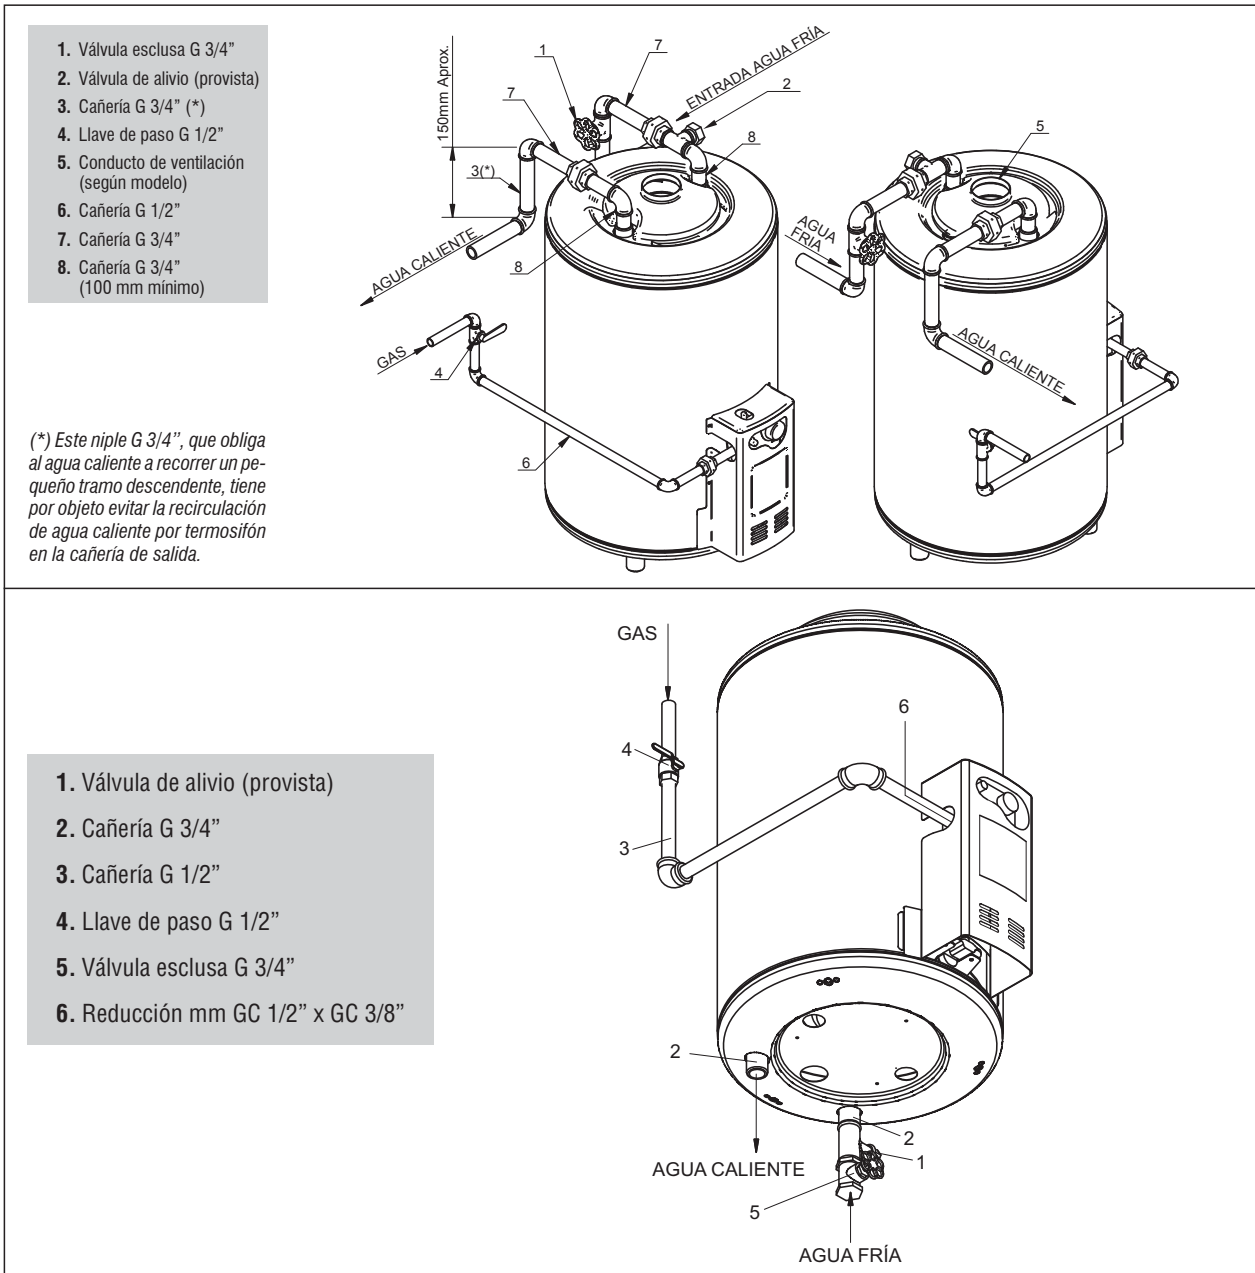

Fig. 1
Las conexiones del agua fría y caliente deben realizarse de acuerdo con el Esquema de Instalación (Fig. 1).
- Verifique que el tubo de bajada y su guarnición de goma estén colocados en la brida destinada a la entrada de agua fría (Fig. 1). (solo para modelos con conexión de agua superior)